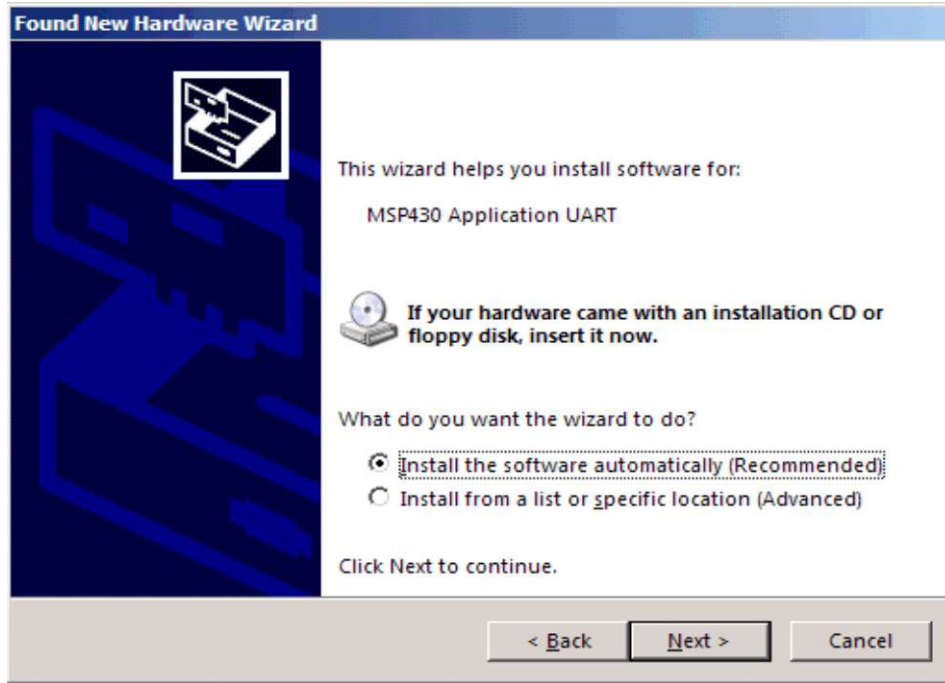

图 17. Windows XP 硬件向导
7. 如果 IAR Kickstart R4.64 或者更高版本已经被安装的话，选择自动安装硬件（推荐）（请见图 17）。